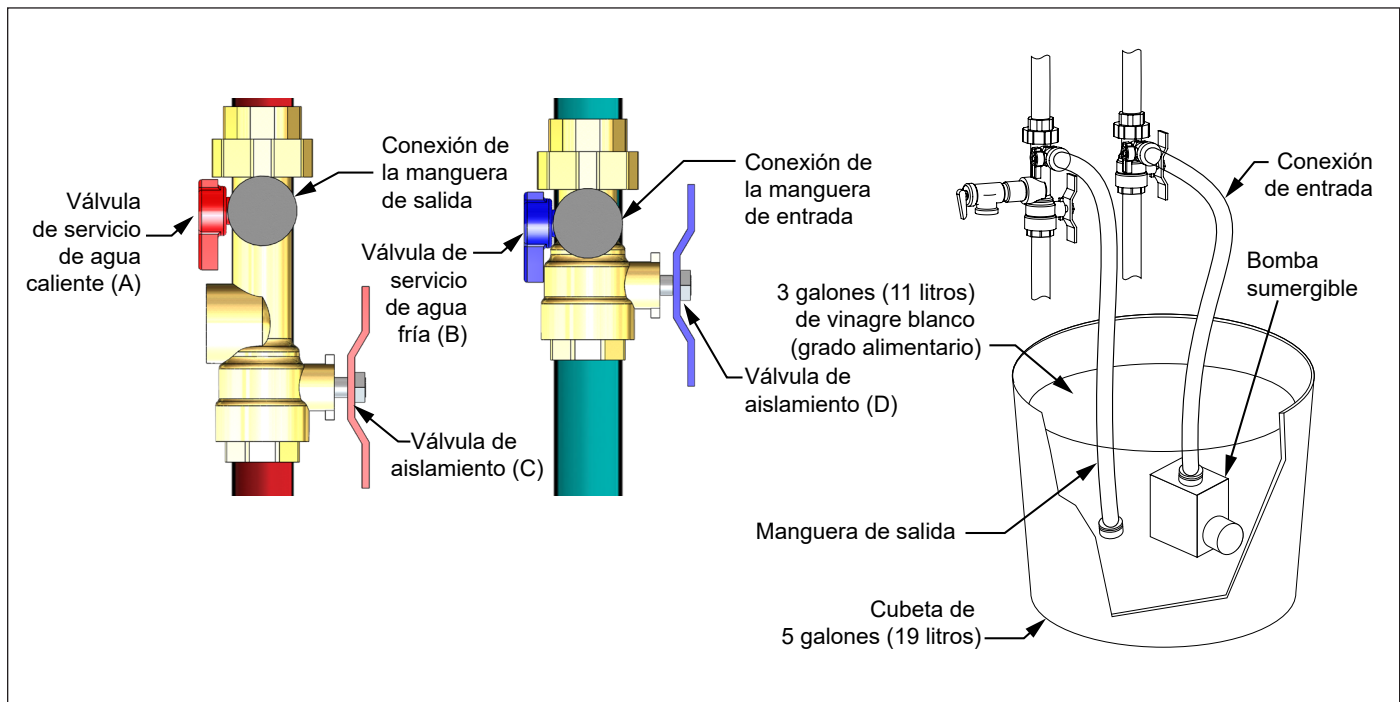

Figura 7 - Puntos de conexión de la válvula de aislamiento
- 2 Vierta el vinagre blanco (3 galones [11 litros]) en la cubeta de 5 galones (19 litros) (consulte la Figura 7).
- 3 Conecte la manguera de entrada a la salida de descarga de la bomba de transferencia. Conecte el extremo opuesto de la manguera a la conexión de la manguera de entrada en la válvula de aislamiento de la entrada de agua fría (consulte la Figura 7).
- 5 Conecte la segunda manguera a la conexión de la manguera de salida en la salida de agua caliente. Coloque el extremo suelto de la manguera en la cubeta con el vinagre (consulte la Figura 7).
- 6 Abra las válvulas de servicio de agua fría y caliente A y B (consulte la Figura 7).
- 10 Cierre las válvulas de servicio A y B (consulte la Figura 7).